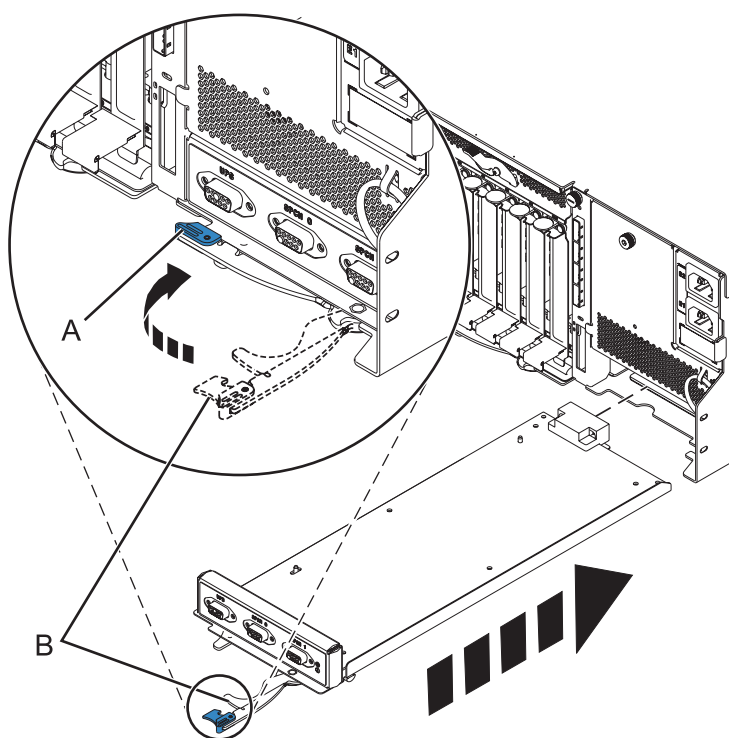

Figura 76. Sustituir el controlador de gestión de alojamiento
7. Deslice suavemente el controlador de gestión de alojamientos en el sistema y cierre el pestillo (A) como se muestra en Figura 76.